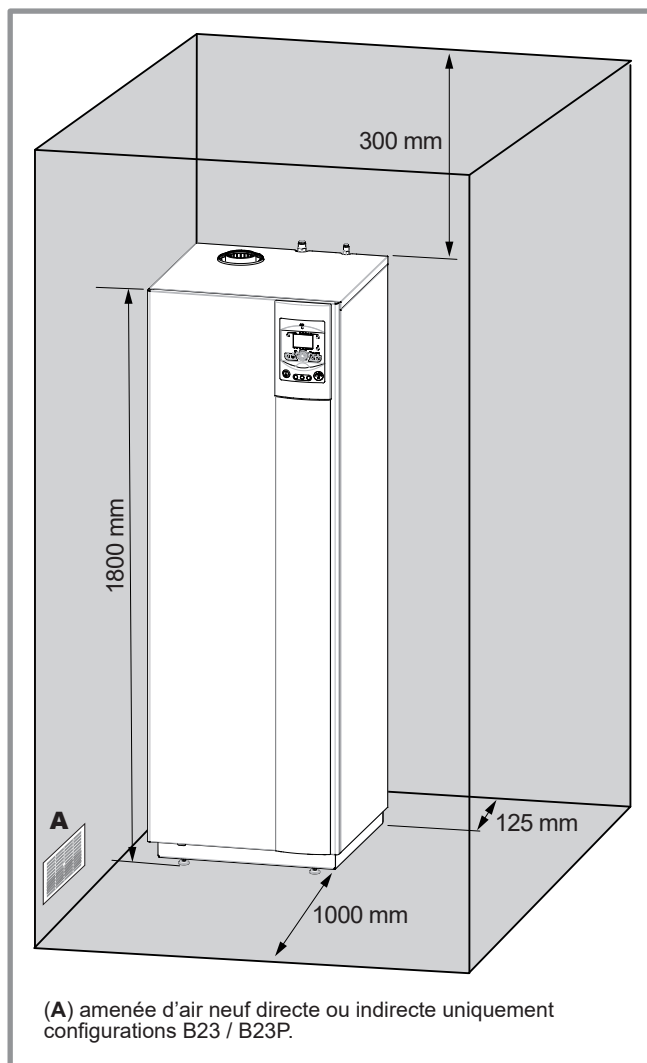

figure 16 - Dégagements minimum d'installation autour du module hydraulique
- Pour faciliter les opérations d'entretien et permettre l'accès aux différents organes, il est conseillé de prévoir un espace suffisant tout autour du module hydraulique (figure 16).